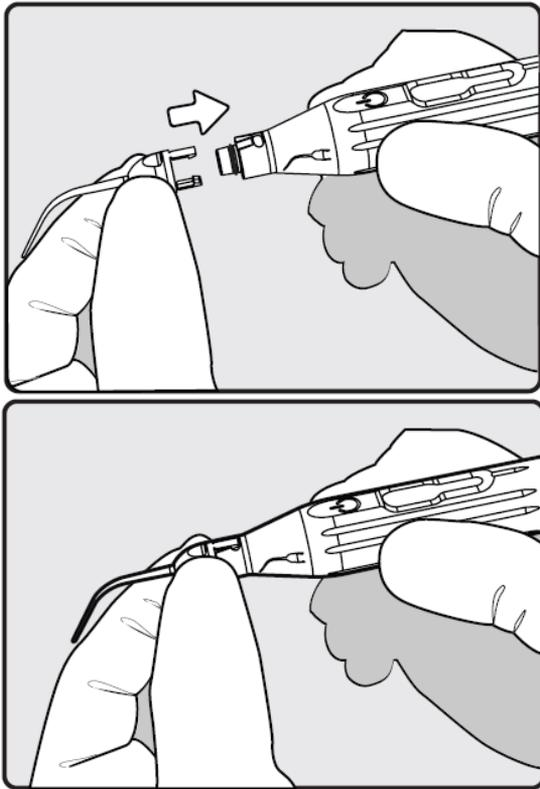

Abbildung 7: Anbringen der Lichtstreuerspitze
- Die Einweg-Lichtstreu Spitze aus dem neuen Behandlungskit nehmen. Sicherstellen, dass der O-Ring am distalen Ende der äußeren Hülle ordnungsgemäß installiert und frei von sichtbarem Verschleiß ist. Die Lichtstreu Spitze in der richtigen Ausrichtung wie in *Abbildung 7* gezeigt vorne an der äußeren Hülle anbringen. Wenn zu diesem Zeitpunkt der distale O-Ring ersetzt werden muss, wird empfohlen, die Hülle, wie in *Abschnitt 5.9* beschrieben, erneut zu sterilisieren.